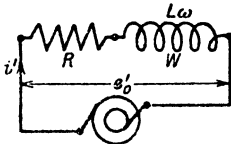

Fig. 116.
259. Ein veränderlicher aber induktionsfreier Widerstand $R = 4, 6, 8, 10 \ \Omega$ und eine Spule mit dem Widerstande $w = 2$ [3] (1) Ω und dem induktiven $L\omega = 8$ [9] (6) Ω sind hintereinander geschaltet und an eine Stromquelle von 100 [80] (120) Volt angeschlossen (Fig. 116). Gesucht wird: